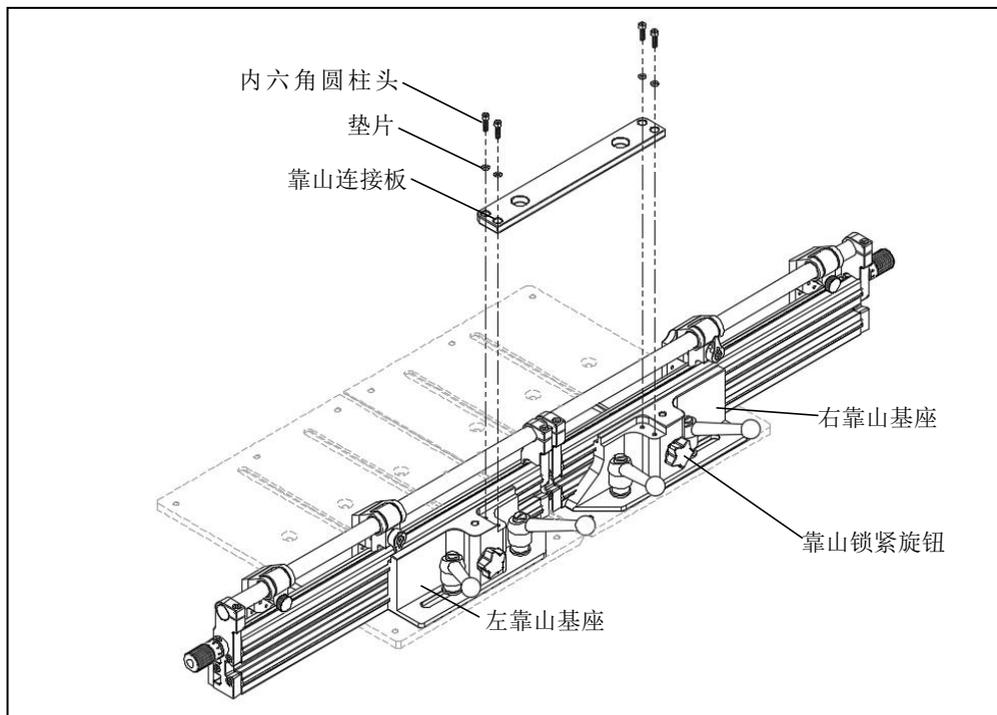

图 2
- 如图 2 所示，松开可调位紧定手柄，将靠山连接板安装至左、右靠山基座上锁紧，为便于安装，安装前松开的可调位紧定手柄，暂不锁紧，便于后续校准。